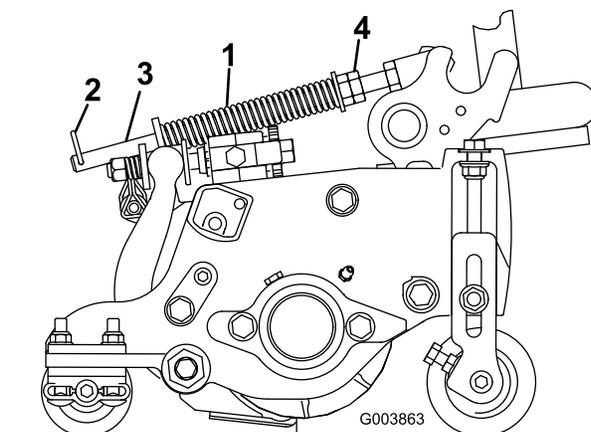

Рисунок 90
Пружина компенсации состояния грунта переносит вес с переднего на задний каток (Рисунок 90). Это препятствует образованию на грунте волнообразных неровностей (так называемых «волн» или «трясок»).
1. Убедитесь, что игольчатый шплинт вставлен в заднее отверстие штока пружины (Рисунок 90).
2. Затяните шестигранные гайки на переднем конце штока пружины так, чтобы длина пружины в сжатом состоянии составляла 15,9 см на машине с 7-дюймовыми режущими блоками (Рисунок 90).